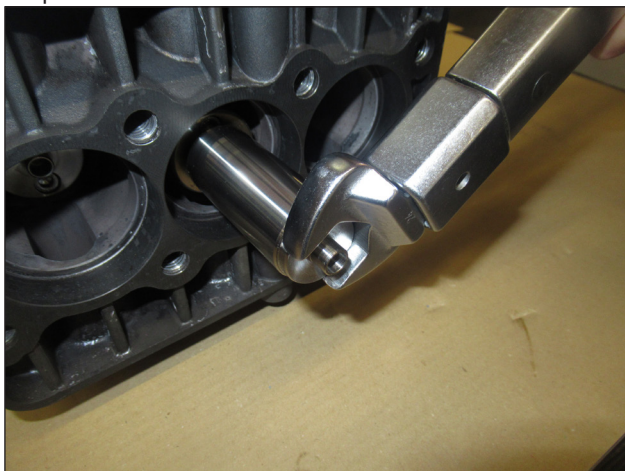

Fig. 32
A) Montare il distanziale (Fig. 32) e serrare sullo stelo guida pistone.